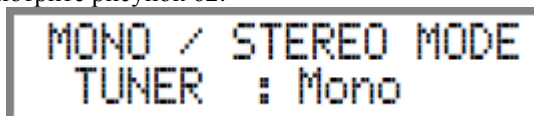

Рисунок 62
3. Нажмите кнопку TRIM LEVEL +/- для выбора МОНО режима. Смотрите рисунок 62.